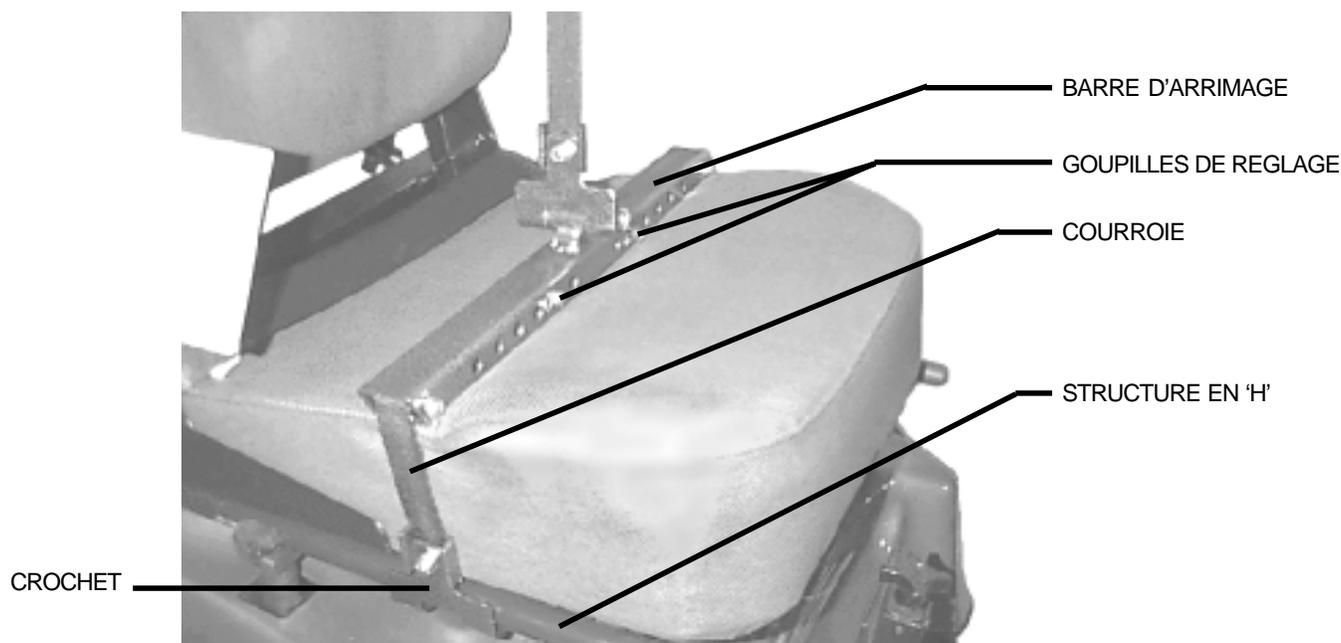

FIGURE 18
1. Placez la barre d'arrimage sur le siège et laissez pendre les courroies de chaque côté du siège. **Voir la figure 18.**